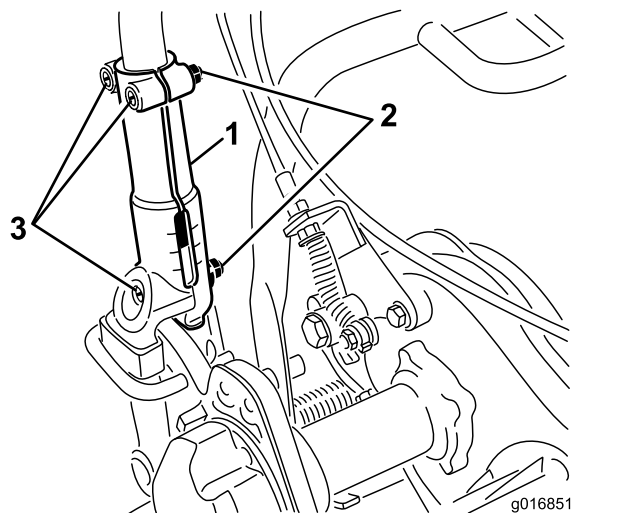

Рисунок 29
1. Ослабьте 3 каретных болта и гайки, фиксирующие в зажимах каждую сторону рукоятки (Рисунок 29).